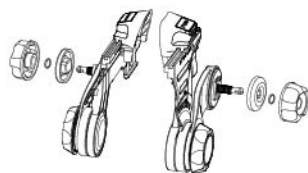

Fig. 13
- Skru hovedkoblingsgrebet af hver adapter (se fig. 13).